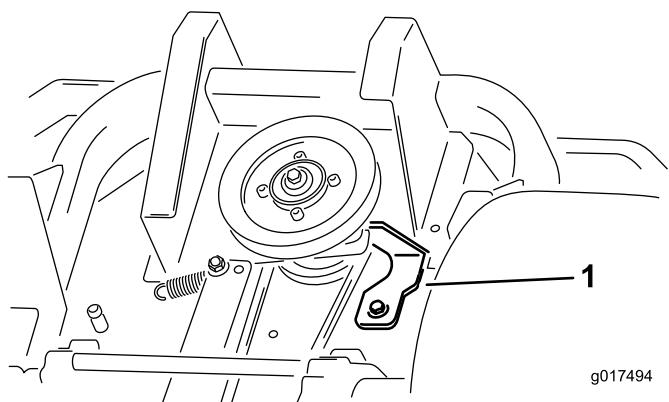

図 58
5. 図 58 にあるクラッチストップを取り外す。
9. 図 58にあるクラッチストップを取り付ける。